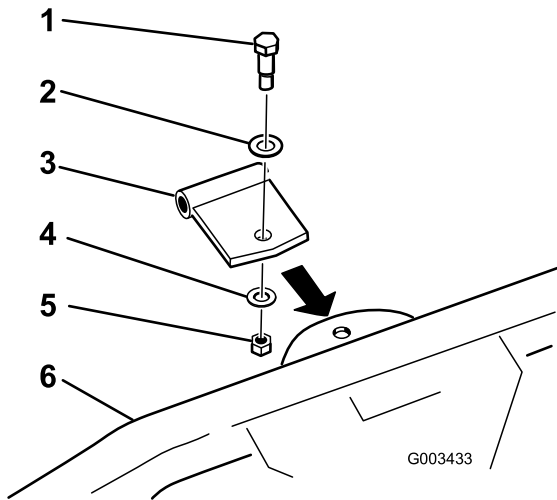

図 10
2. ショルダ・ボルト、ワッシャ (0.531 x 1.063)、ワッシャ (0.469 x 0.922)、ロックナット (7/16 in) を使い、図 10のようにストレート・ピボット・ブラケットをスプリング・レーキに取り付ける。